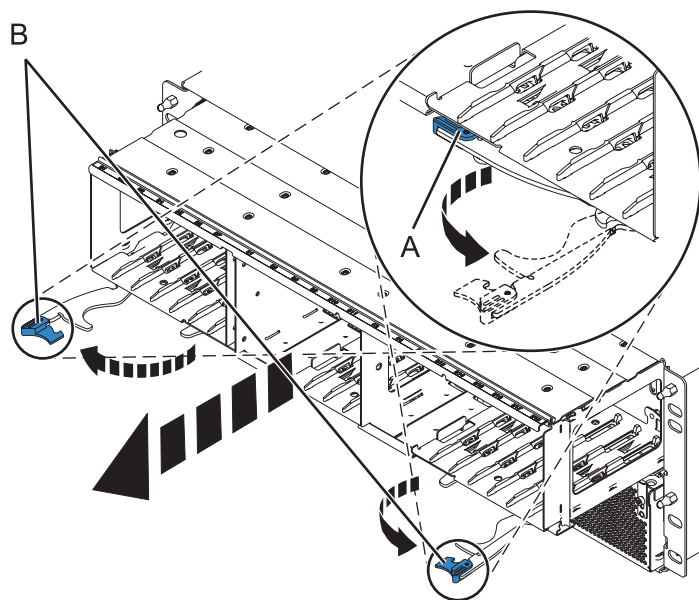

Figura 83. Extracción de la placa posterior del alojamiento
6. Extraiga la placa posterior según se muestra en Figura 83 en la página 128.